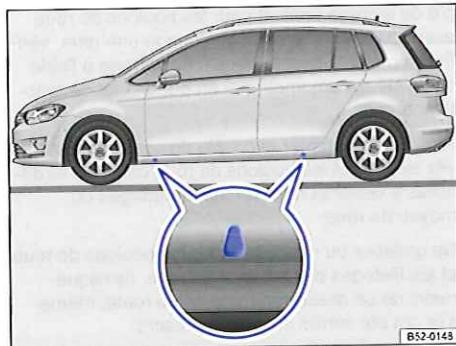

Fig. 242 Points de prise du cric
→ fig. 242. Un point de prise se trouve à côté de chacune des roues → .
6. Cherchez sous le véhicule le point de prise du cric \Rightarrow fig. 242 qui se trouve le plus près possible de la roue à changer.